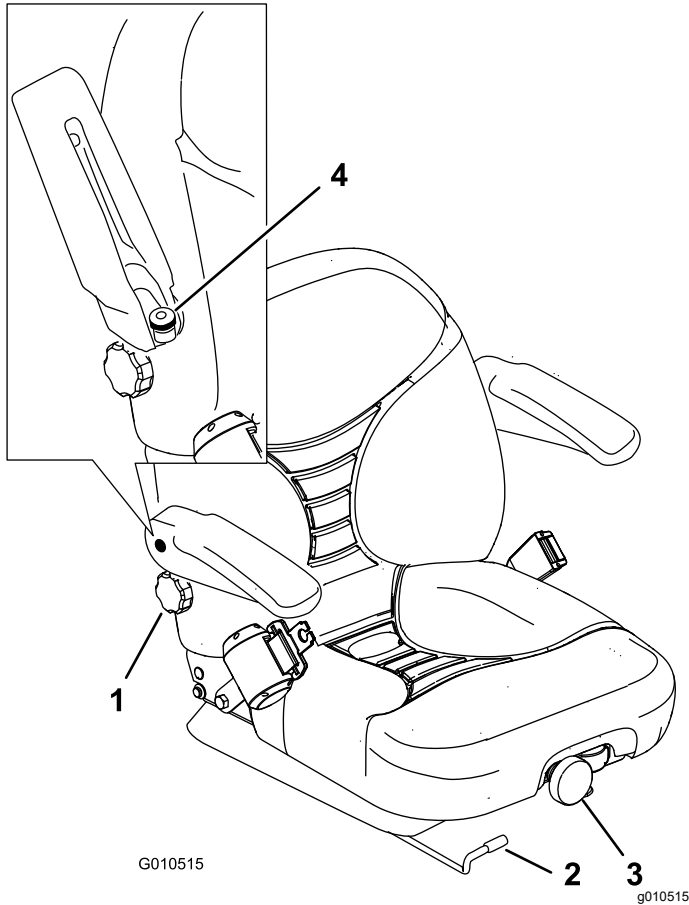

Figure 30
1. Poussez le levier sur le côté pour débloquer le siège (Figure 30).
Pour ce faire, tournez le bouton avant dans un sens ou dans l'autre pour obtenir la position la plus confortable (Figure 30).
Pour ce faire, tournez le bouton situé sous l'accoudoir droit dans un sens ou dans l'autre pour obtenir la position la plus confortable (Figure 30).
Relevez l'accoudoir et tournez le bouton dans un sens ou dans l'autre pour obtenir la position la plus confortable (Figure 30).